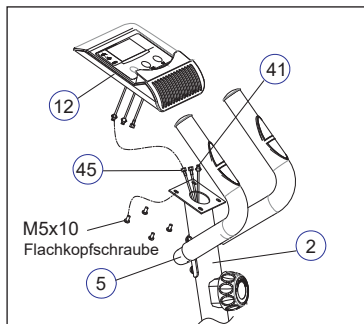

Abb. 7
5.2 Verwenden Sie den Schraubendreher (36) und die M5x10 Linsenschraube, um den Monitor (12) an der Mittelstange (2) zu befestigen. (siehe Abb.7)